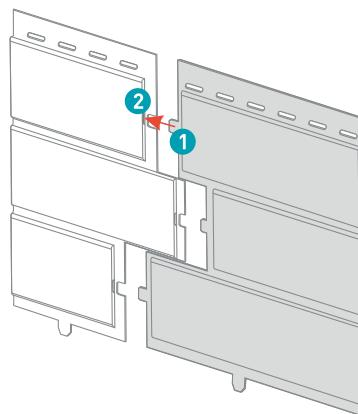

РИСУНОК 22
На схеме \(рисунок 22\) изображен принципстыковки, **ШИП (1)** вставляется в **ПАЗ (2)**.